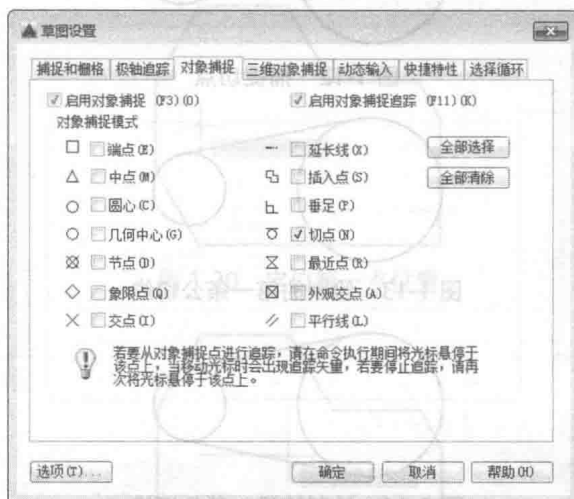

图 1-11 设置对象捕捉模式
- 在系统弹出的【草图设置】对话框中，选择【启用对象捕捉】复选框，同时【对象捕捉模式】设置为【切点】捕捉，如图1-11所示。